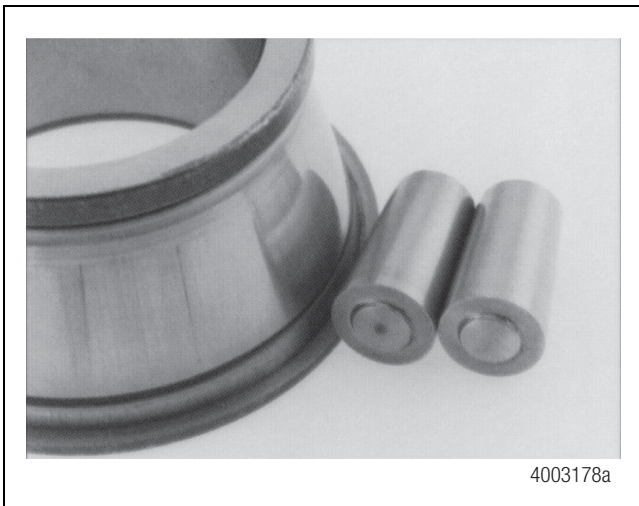

Figura 4.5
A. Los extremos del rodillo están desgastados. Figura 4.5.